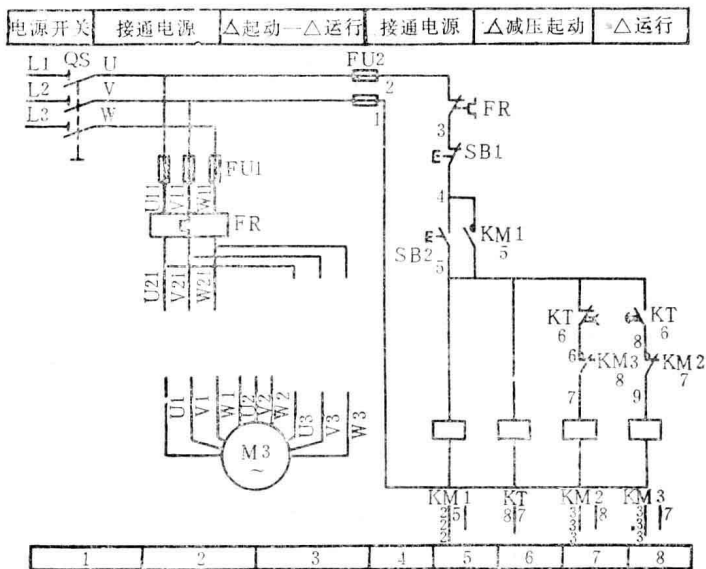

图 5
18. 图 5 为 \_\_\_\_\_ 控制线路，请根据控制电路补齐主电路，并画出起动过程绕组联接图。